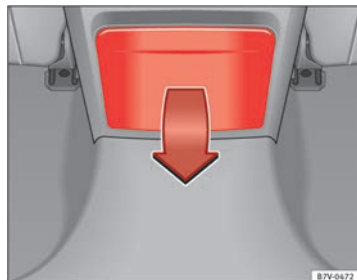

Fig. 117 Parte posteriore della console centrale: aprire i portabicchieri.
- Per *aprirlo*, piegare verso il basso i portabicchieri nel senso indicato dalla freccia ⇒ fig. 117.